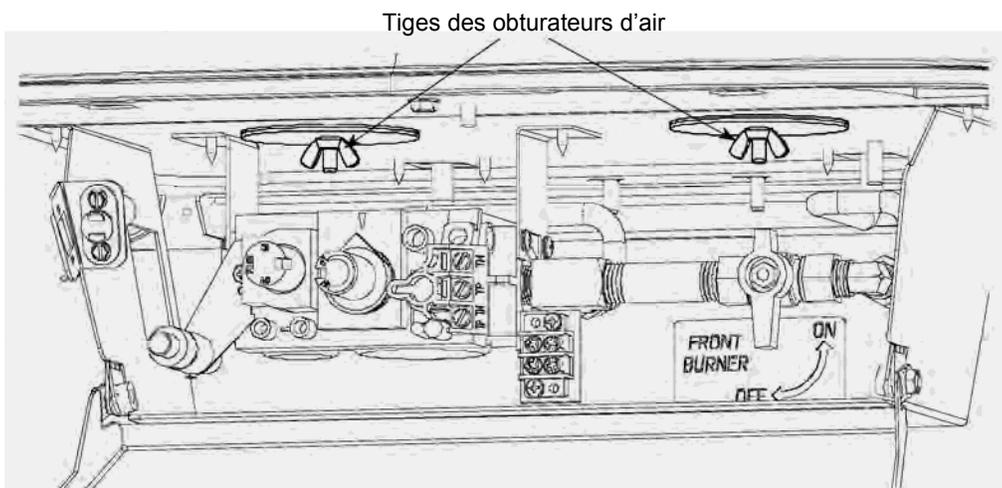

Figure 35.
15. **Ajustez les obturbateurs d'air. Fig. 35**